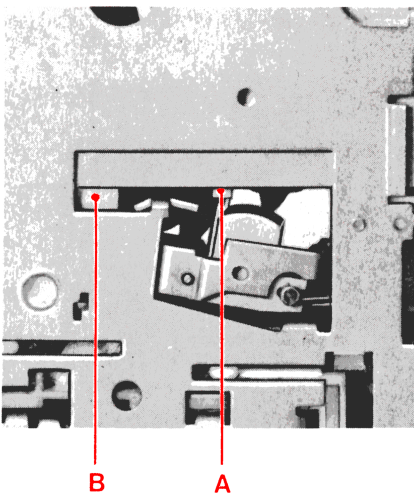

Abb. 6 Andruckrolle
9. Andruckrolle 50 (Abb. 6 und 7)
12. Kopfjustage (Abb. 6 und 9)